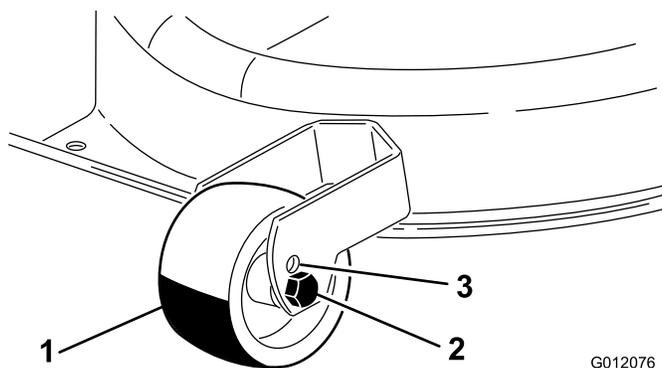

Figure 10
- Pour utiliser les hauteurs de coupe 1 ou 2, placez les roues de jauge dans les trous supérieurs (les plus élevés) des supports (Figure 10).
- Pour utiliser les hauteurs de coupe 3 à 7, placez les roues de jauge dans les trous inférieurs (les plus bas) des supports (Figure 10).